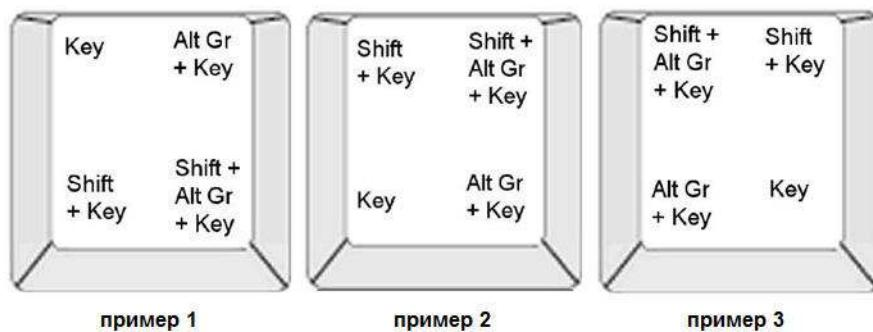

Рис. 6 • Сочетания клавиш
На клавишиах показаны символы в одном из четырех положений (см.рис. 6). Положение символа на физической клавише показывает, как получить доступ к символам с использованием клавиш <Shift> и <Alt Gr>.
На рис. 6 в качестве примера 1 показан доступ к символам в нормальном режиме (клавиши Caps Lock и Alt-GR не нажаты). В качестве примера 2 показан доступ к символам при нажатой клавише Caps Lock. В качестве примера 3 показан доступ к символам с помощью клавиши Alt-GR.
- Ведите соответствующее сочетание клавиш (см. раздел *Рис. 6*). В следующей таблице показан пример сочетаний клавиш.